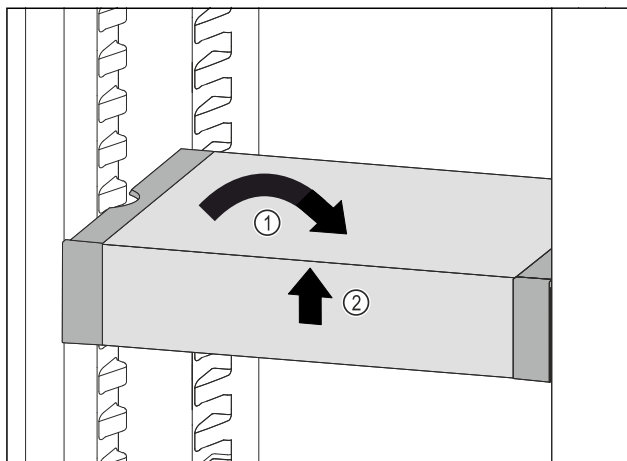

Fig. 86
- Remettre le VarioSafe droit. *Fig. 86 (1)*
- Soulever la partie avant du VarioSafe. *Fig. 86 (2)*